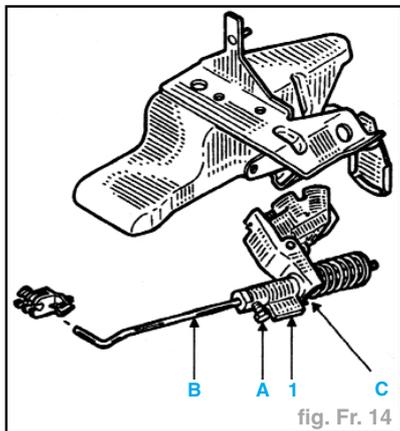

fig. Fr. 14
Nota : Les pièces de rechange livrent le compensateur de freinage pré réglé équipé d'une épingle (1) (fig. Fr. 14).
- Desserrer la vis (A).
- Positionner la tige (B) dans l'orifice de liaison.
- Serrer la vis (A) en maintenant le manchon (C).
- Déposer l'épingle (1).